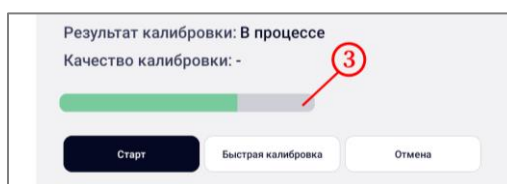

Рисунок 12 – Процесс выполнения калибровки
- интенсивно вращать БПЛА вокруг своей оси поочередно в горизонтальной и вертикальной плоскостях до тех пор, пока полоса загрузки (рисунок 12, шаг 3) не заполнится полностью;